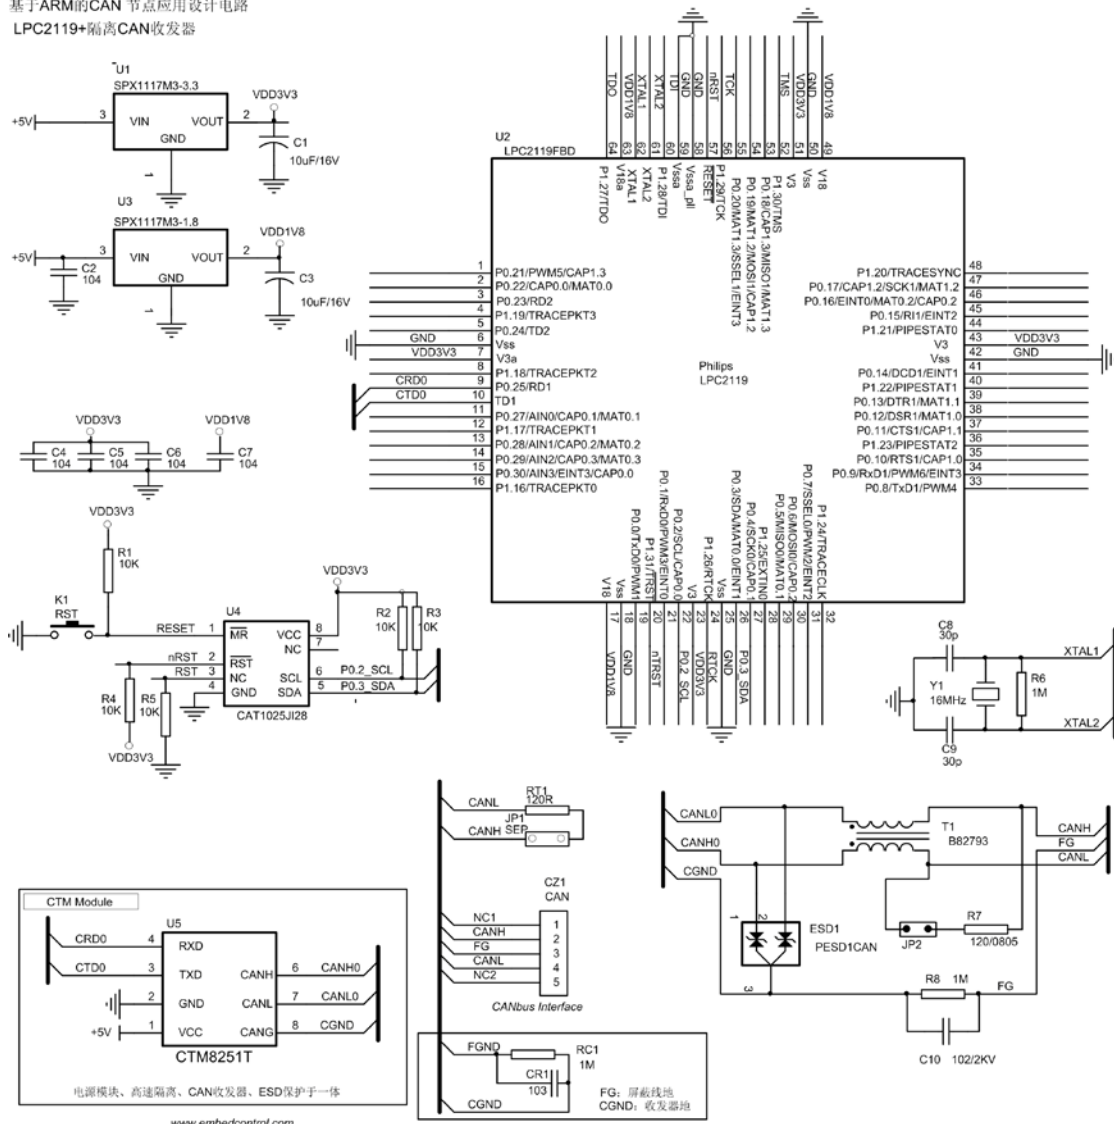

图 1.2 基于 ARM7 的 CAN-bus 节点电路示例
- 文件“*基于ARM7的CAN-bus节点电路示例.SCH*”是图 1.2 电路的原稿。